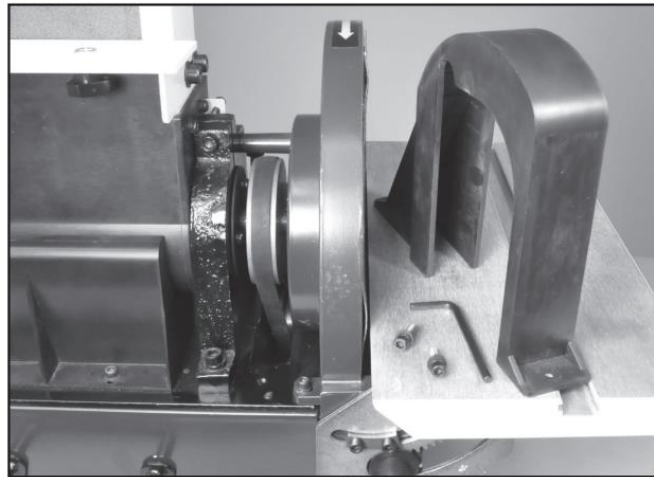

Рис. 11
1. Чтобы получить доступ к клиновому ремню, необходимо снять крышку ремня, открутив два винта с шестигранной головкой. Рис. 11.